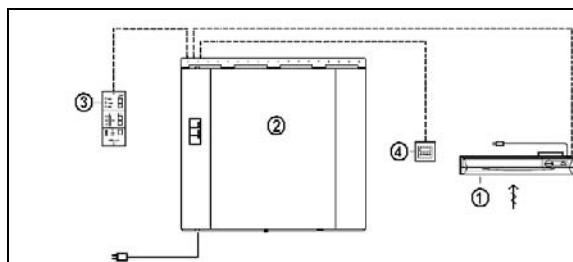
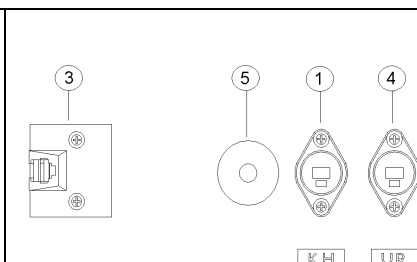

Fig. 10
Fig. 10A
ELEKTRISKE ARBEIDER - VR-400 EV/B og VR-400 EV/B/EC (Fig. 10)
Signalledning fra kjøkkenhette kobles til egen kontakt (1) på aggregatets overside, fig. 10A) vha. vedlagt "høyttalerplugg".
For ventilasjon av lokaler i yrkesbygg kan monteres separat ukeur for automatisk veksling mellom dag- og nattdrift (reduert ventilasjon). Ledning (2x0,22 eller 0,5 mm²) fra ukeur (fig. 10), kobles til egen kontakt på aggregatets overside vha. "høyttalerplugg".
ELEKTRISKA ARBETEN VR-400 EV/B och VR-400 EV/B/EC (Fig. 10)
Kabeln från spiskåpan ansluts till separat uttag (1) på aggregatets översida (fig. 10A). Signalkabeln ansluts mha bifogad "högtalarkontakt".
VR-400 EV/B kan förse med ett tidur för automatisk växling mellan dag- och nattdrift (reducerad ventilation). Kabel (2x0,22 eller 0,5 mm²) från tidur(fig.10) anslutes till egen kontakt på aggregatets ovansida via sk.(högtalarpluggkontakt.)
ELEKTRISCHER ANSCHLUSS VR-400 EV/B und VR-400 EV/B/EC (Fig. 10)
Im Schaltplan ist der Anschluß der Haube am Gerät zu sehen, fig. 10A (1).
Für den Betrieb in Gewerberäumen kann eine Zeitschaltuhr mit Wochenprogramm (abgesenkter Betrieb) angeschlossen werden. Kabel (2x0,22 mm²) für die Zeitschaltuhr (Fig. 10), gemäß Fig.10a anschliessen.
ELECTRICAL CONNECTIONS VR-400 EV/B and VR-400 EV/B/EC (Fig. 10)
Cable from the cookerhood to connected as shown in shown in fig. 10A, by means of the provided plug.
If the unit is installed in commercial buildings, separate week timer for automatic day and night operation (reduced ventilation) may be installed. Cable (2x0,22 mm² leads) from the timer (fig 10) to be connected as shown in fig 10A.